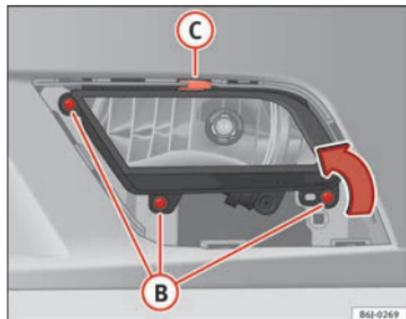

Fig. 161 Projecteur antibrouillard
- Retirez les vis (3x) ⇒ fig. 161 **B** pour retirer le projecteur antibrouillard.
- Retirez l'agrafe métallique située sur la partie supérieure du projecteur antibrouillard vers l'extérieur du véhicule ⇒ fig. 161 **C**.